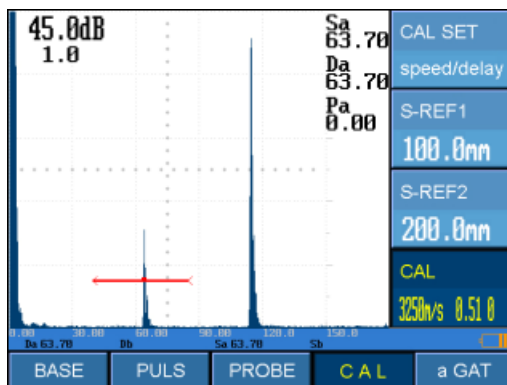

Abb. 9 Ausrichtung von Gate A auf das R50 Echo
7. *Gate A* auf das R50 Echo ausrichten und das Untermenü *Kalibrierung* mit der Taste [◀] auswählen (s. Abb. 9).